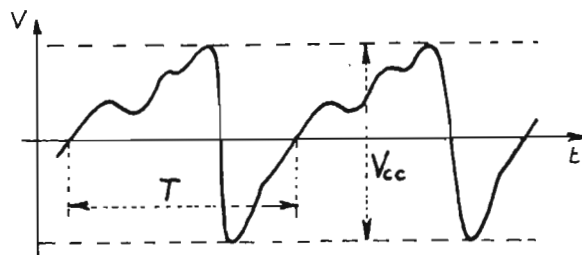

Fig. 20. - Tension alternative.
- par sa forme (voir fig. 20). Il est évident qu'un appareil de mesure est sensible, dans des proportions diverses, à ces différents facteurs.